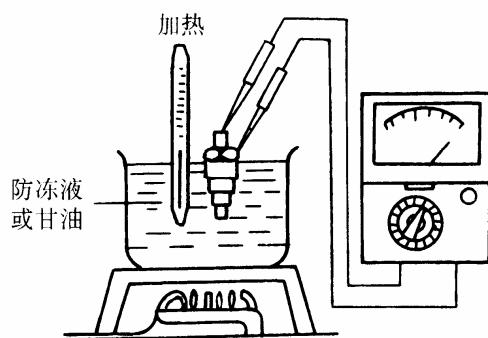

图 9-101 检查冷却液温度传感器
2) 拆下冷却液温度传感器后检查, 将冷却液温度传感器放入水中加热 (图 9-101), 测量不同温度下的传感器电阻, 电阻值应如表 9-14 所示。若电阻值不正常, 则应更换冷却液温度传感器。